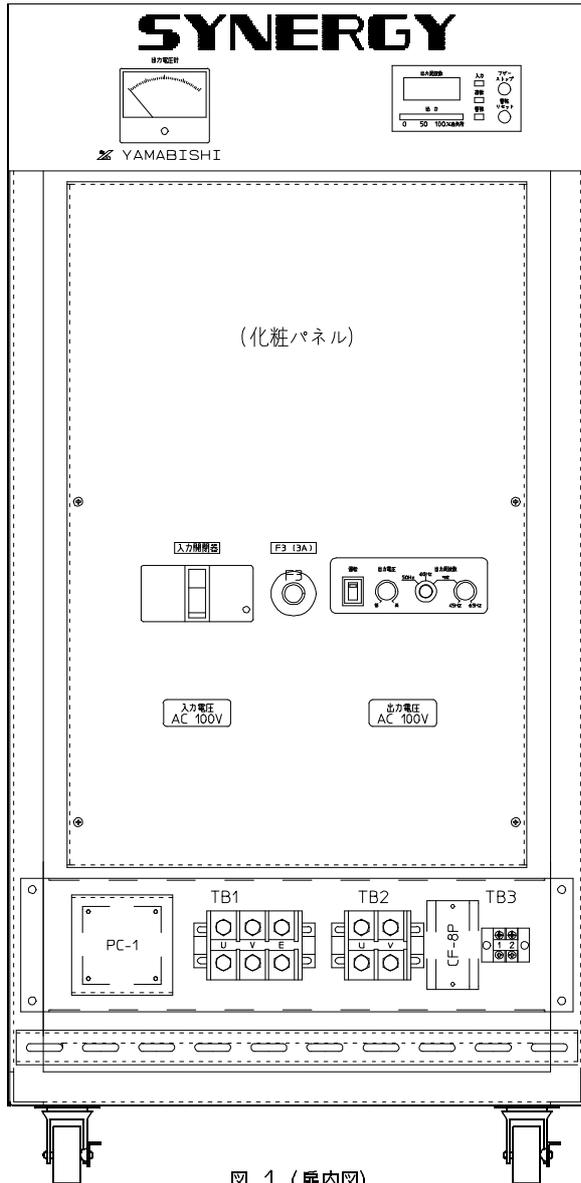
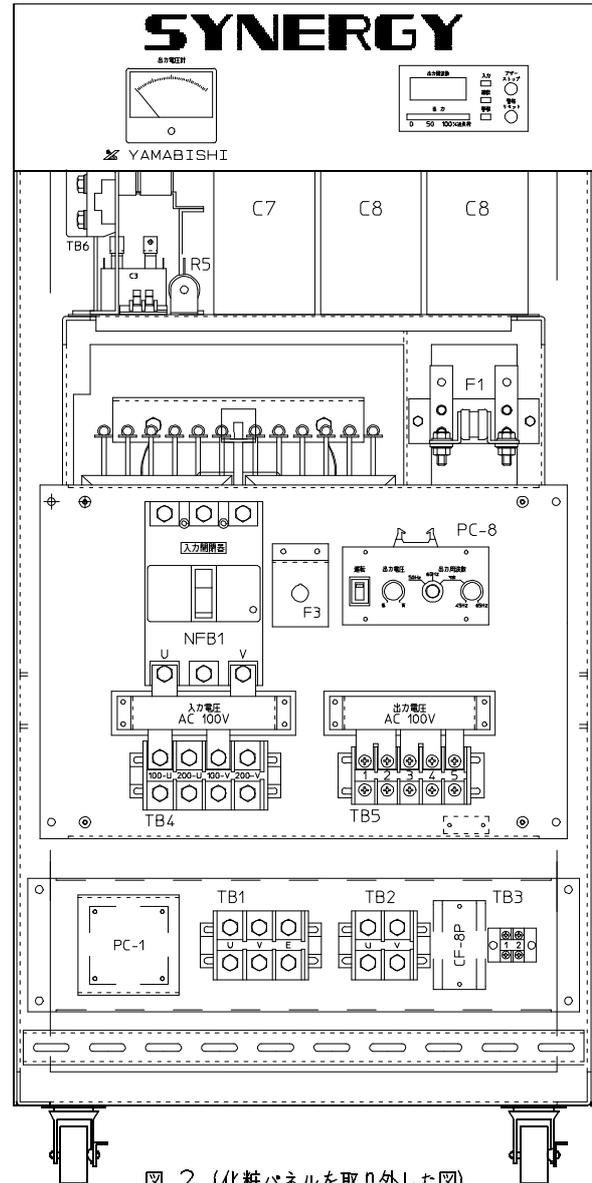
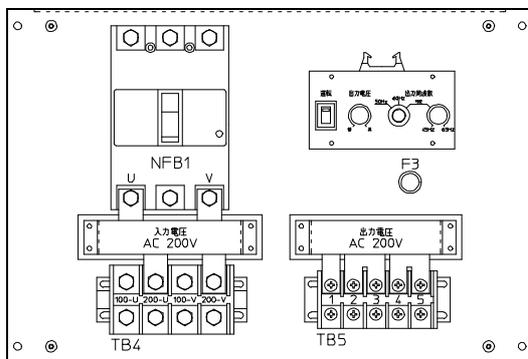

図 1 (扉内図)
図 2 (化粧パネルを取り外した図)
図 3
- 1 図1の化粧パネルを4箇所M4ビスを取り外すと、図2の様に入力電圧及び出力電圧表示板が現われます。
備考 図2は入力電圧100V,出力電圧100Vを示し図3は入力電圧200V,出力電圧200Vを示します。